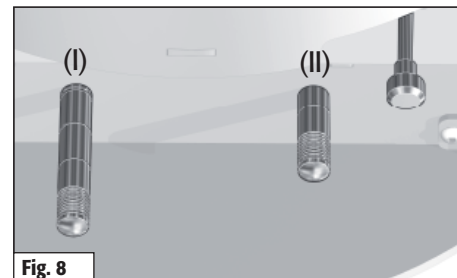

Fig. 8
Regolare l'aria secondaria.	Posizionare la valvola dell'aria secondaria (II) sulla posizione 1-2. (fig. 8)